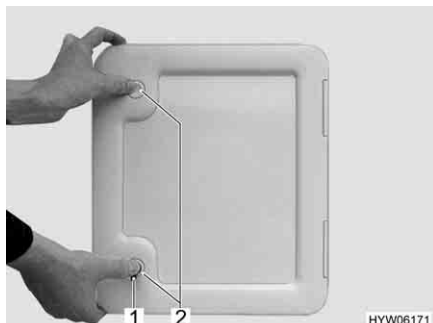
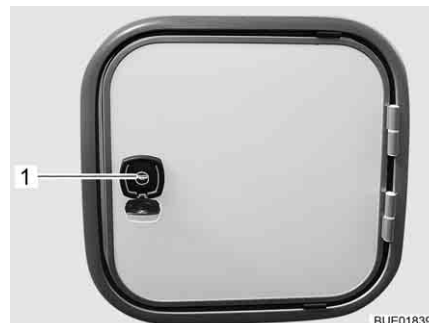

Fig. 256 Sportello per il serbatoio fecale
Fig. 257 Sportello per il serbatoio fecale (alternativa)
- Aprire lo sportello per il serbatoio fecale all'esterno del veicolo. Inserire la chiave nel cilindro della serratura (Fig. 256,1 o Fig. 257,1) e ruotare di un quarto di giro in senso orario.
- Se presenti: Premere contemporaneamente con i pollii entrambe le serrature a pressione (Fig. 256,2) e aprire lo sportello per il serbatoio fecale.